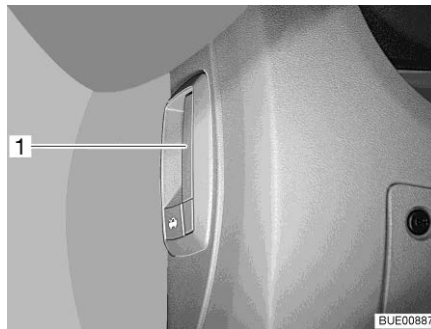

Fig. 39 Leva di sbloccaggio cofano motore (nel veicolo)
- Tirare la levetta (Fig. 39,1) situata sotto a sinistra o di lato accanto al cruscotto.